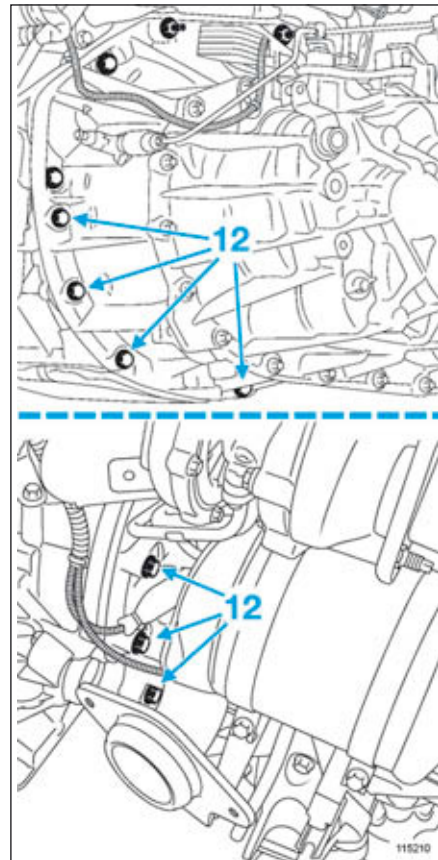

FIG.11
- Déposer les vis (12) (Fig.11) de la boîte de vitesses robotisée.